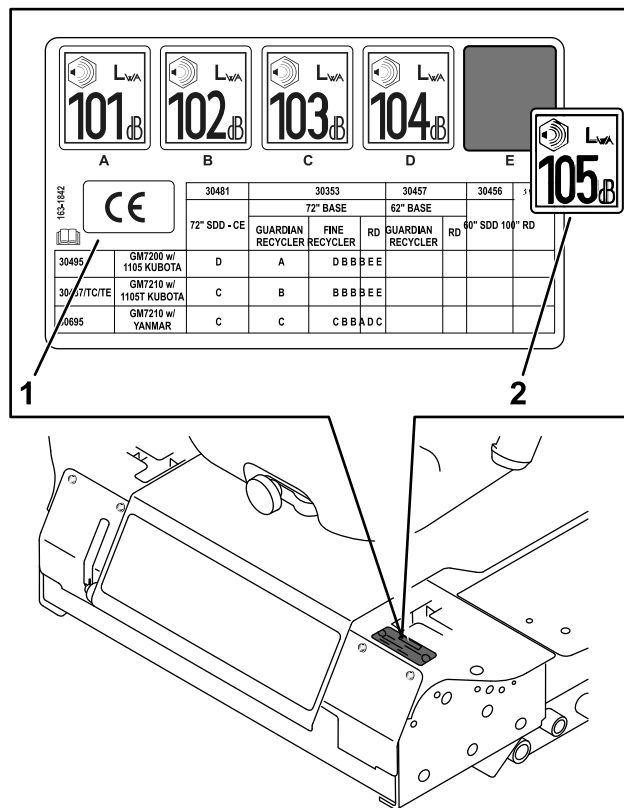

Figura 12
2. Pulite accuratamente l'adesivo della normativa e l'area vicino alla leva di controllo del movimento di sinistra dove applicherete l'adesivo di rumorosità e l'adesivo CE (Figura 12).
4. Staccate il retro della porzione di adesivo della potenza acustica, applicatelo sull'adesivo della normativa esistente vicino alla leva di controllo del movimento di sinistra come mostrato in Figura 12, e fate asciugare l'adesivo applicando una pressione dal centro verso i bordi.
5. Staccate il retro della porzione CE dell'adesivo di rumorosità 163-1842 (Figura 12), posizionatelo dove c'è un po' di spazio vicino all'adesivo della normativa, e fate asciugare l'adesivo applicando una pressione dal centro verso i bordi.